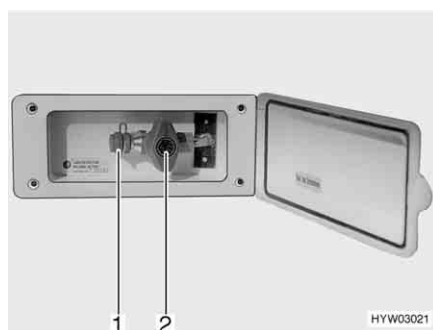

Fig. 159 Toma exterior de gas, válvula de paso de gas cerrada
La toma exterior de gas (Fig. 159) se encuentra en el lado derecho del vehículo.
- Conectar el aparato de gas externo en el punto de conexión (Fig. 159,1).
- Abrir la válvula de paso de gas (Fig. 159,2).